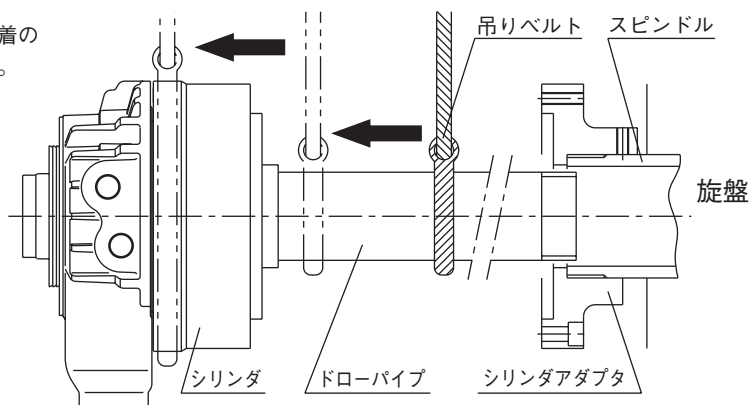

図 13
- シリンダの着脱時には吊りベルトを使用し下記の手順で行ってください。(図13)
- ①シリンダを吊る際は、吊りベルトをドローパープに掛け、シリンダを支えながら吊り上げてください。
- ②ドローパープをスピンドル内に挿入します。
- ③吊りベルトがスピンドル側に近付いたら吊りベルトをシリンダ側に寄せてください。
- ④ドローパープが充分スピンドルに入ったら、吊りベルトをシリンダ本体に掛け直し、シリンダをスピンドルに密着させ、シリンダ取付ボルトでシリンダを取り付けてください。